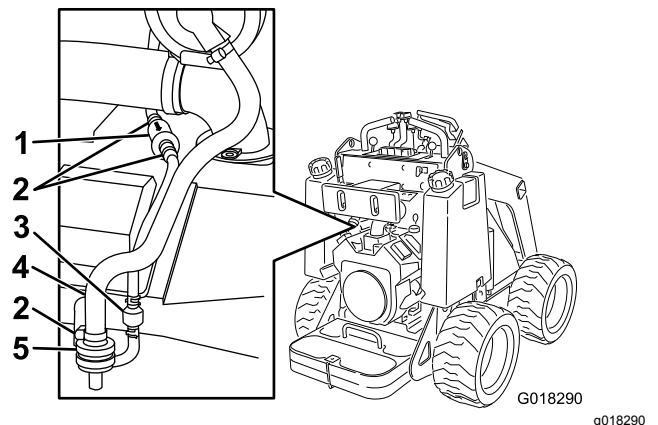

Figure 21
3. Desserrez le collier au-dessus du filtre à air à charbon actif (Figure 21).
4. Déposez le filtre à air et mettez-le au rebut (Figure 21).
5. Posez un filtre neuf dans le flexible et fixez-le en place avec le collier (Figure 21).
3. Éloignez du filtre les colliers de flexible à ressort de chaque côté du filtre à charbon actif de tuyau de purge (Figure 21).
4. Déposez le filtre de tuyau de purge et mettez-le au rebut (Figure 21).
5. Posez un filtre neuf dans le flexible en dirigeant la flèche vers le clapet antiretour et fixez-le en place avec les colliers (Figure 21).